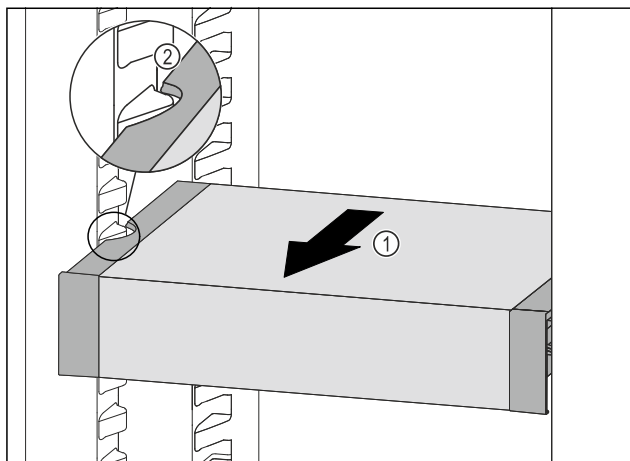

Fig. 116
- ▶ VarioSafe pociągnąć w przód Fig. 116 (1), aż boczne wycięcia szuflady VarioSafe będą się znajdować na wysokości żebrowania pojemnika w chłodziarce. Fig. 116 (2)